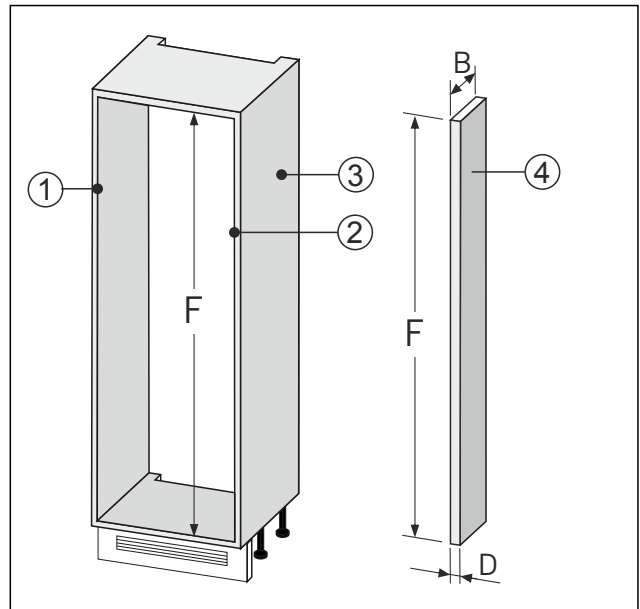

Fig. 89
- Wandausgleich Fig. 89 (4) nach oben genannten Maßen anfertigen.